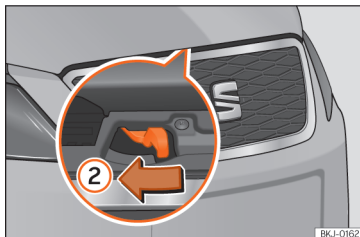

Abb. 268 Hebel unter der Motorraumklappe.
»» **Abb. 268 ②**. Die Fanghaken werden entriegelt.